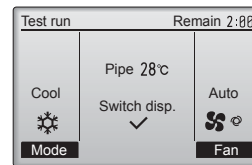

Fig. 6-5
- Drücken Sie die Taste [F1], um durch die Betriebsarten in der Reihenfolge "Cool" (Kühlen) und "Heat" (Heizen) zu schalten. (Fig. 6-5)